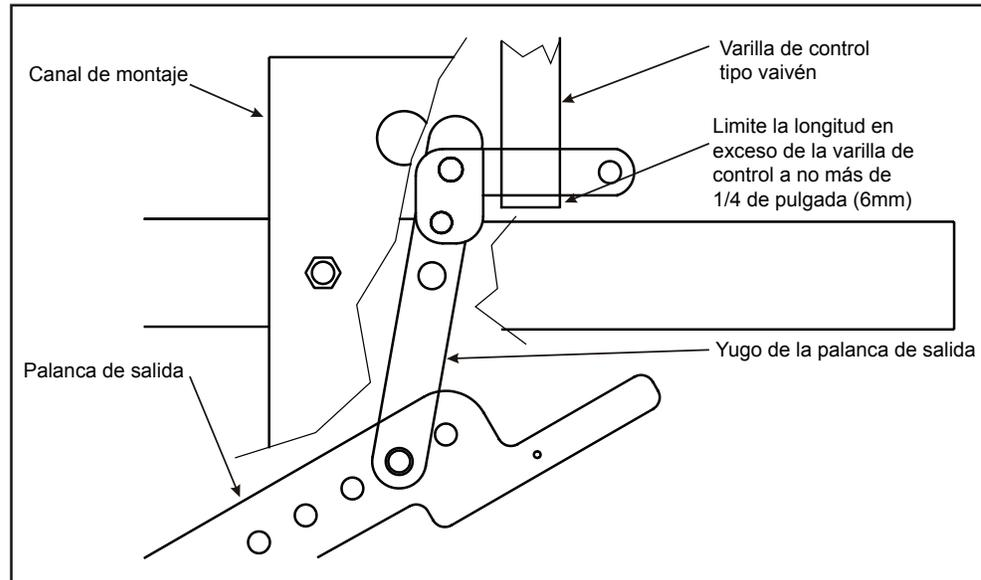

Figura 23. Verificación del exceso de largo de la varilla de control vista desde la parte posterior del operador (mm).
PASO 13. Recorte la varilla del operador de interruptores a la longitud adecuada. Después de haber realizado los ajustes finales al enlace del brazo de la palanca, el extremo de la palanca del operador de interruptores no debe salir por debajo de la abrazadera de conexión más de una distancia de $\frac{1}{4}$ de pulgada (6 mm). Si la longitud saliente de la varilla es de más de $\frac{1}{4}$ de pulgada (6 mm) pulgada, el exceso de largo debe ser recortado. Ver Figura 23. Si se deja un exceso de longitud, éste pegará con la palanca de salida e interferirá con la operación del interruptor.